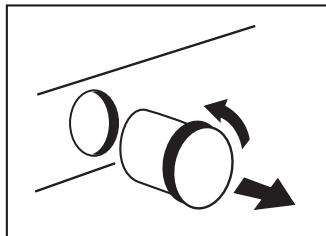

Рисунок 3
4. Откройте сливной насос, поворачивая его крышку против часовой стрелки, и немного потянув на себя. Удалите все посторонние предметы из корпуса насоса. Убедитесь, что расположенные внутри лопасти насоса могут свободно вращаться (см. рисунок 3).